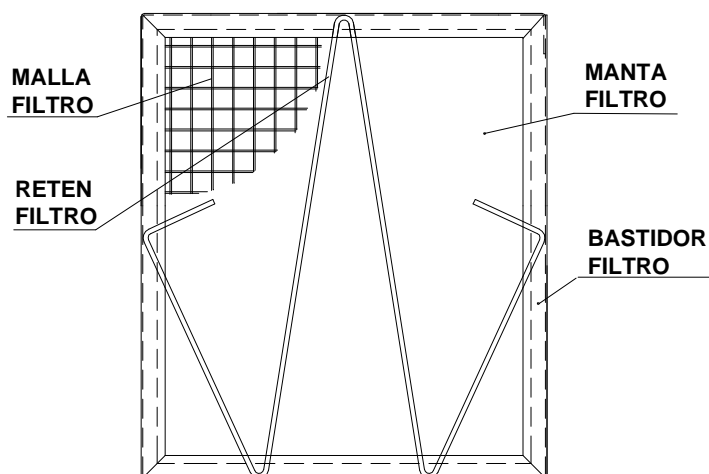

Figura A-11. Filtro de aire
A.3.1.11 Filtros de aire (Figura A-11)